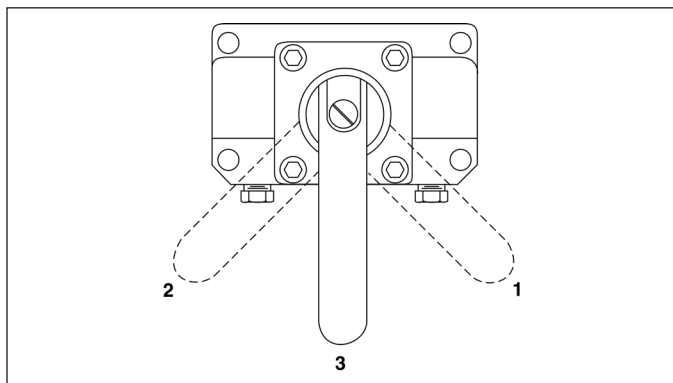

Figure 8
La vanne de commande de la pompe contrôle l'extension et la rétraction des composants du système hydraulique. Ces modèles sont équipés de vannes à 3 voies et 2 positions. Les positions de la vanne sont illustrées à la figure 8: **1** - Extension **3** - Rétraction. Pour étendre le vérin, mettre la vanne en position d'extension (**1**) et appuyer sur l'interrupteur à gland. Le cylindre s'étend jusqu'à ce que l'interrupteur soit relâché. Pour rétracter le vérin, mettre la vanne en position de rétraction (3). Le vérin se rétracte, que la pompe soit en marche ou non.
Les positions de la vanne sont illustrées à la figure 8: